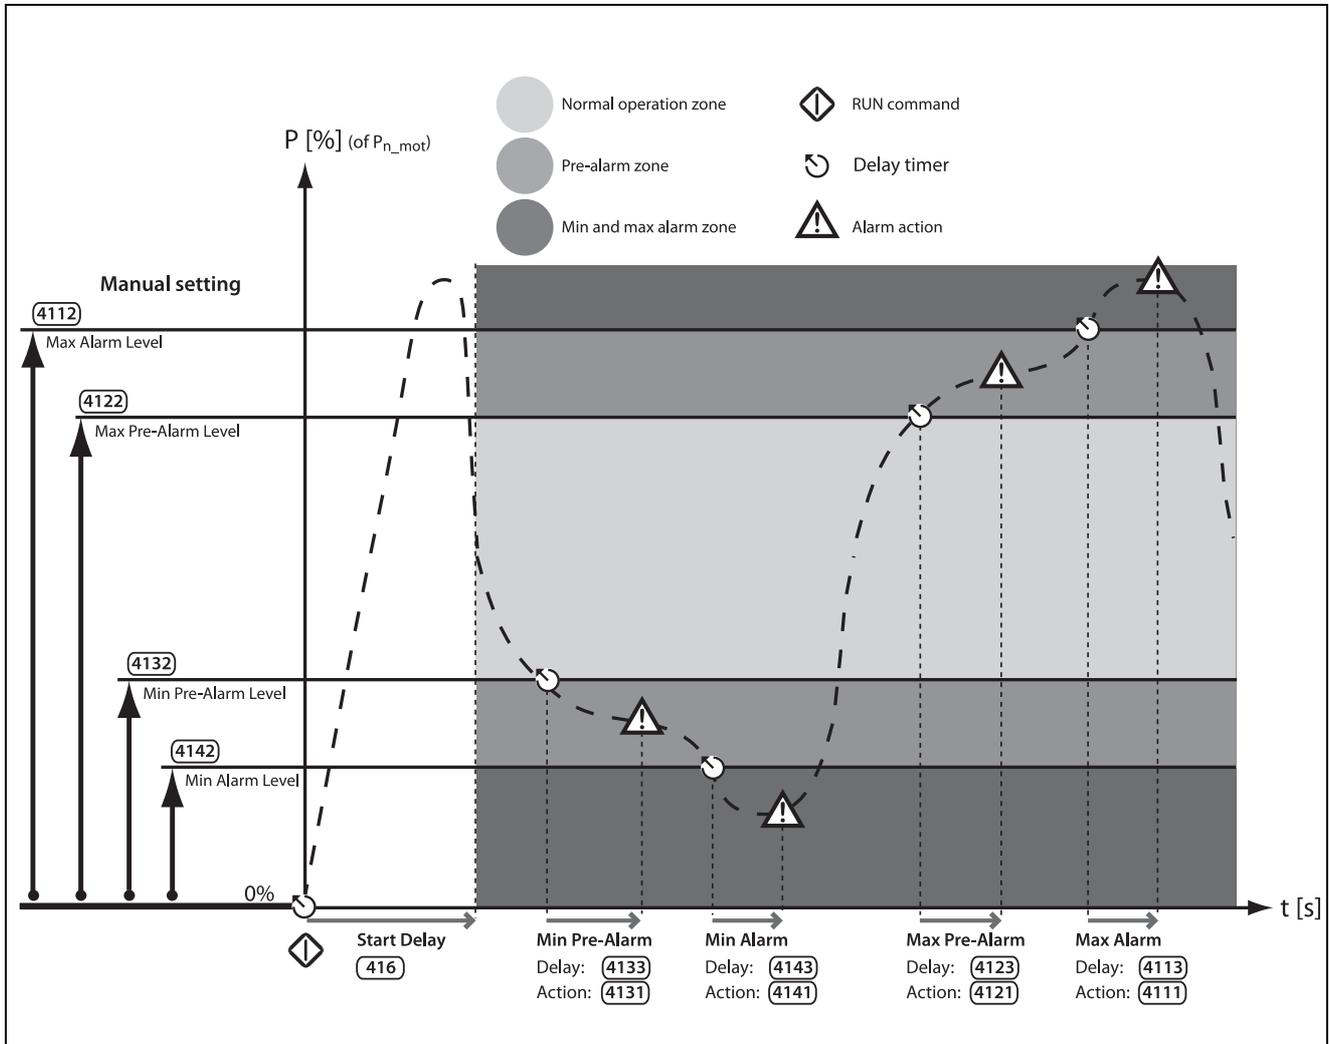

Fig. 56 Ajuste manual de los niveles de alarma del monitorizador de carga.
1. La configuración manual, donde puede ajustar directamente hasta cuatro «niveles de alarma» (Fig. 56).
Consulte el capítulo Fig. 56. En los ajustes manuales del monitorizador de carga, se ajustan directamente los «niveles de alarma» [411] - [414] como porcentaje de la potencia nominal del motor (menú [223]). El par electrónico real se indica entre paréntesis junto al valor de nivel de alarma para facilitar el ajuste. A la derecha se muestra un ejemplo.